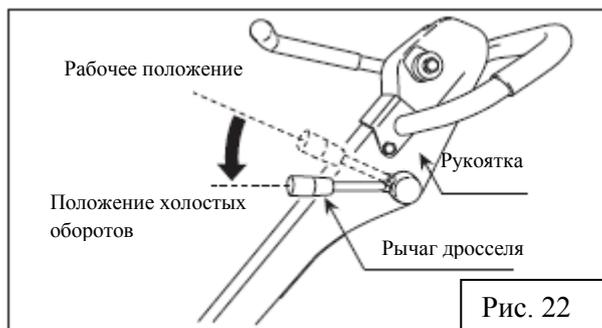

Рис. 22
4. Для остановки резко переместите рычаг дросселя в положение холостых оборотов (рис. 22).